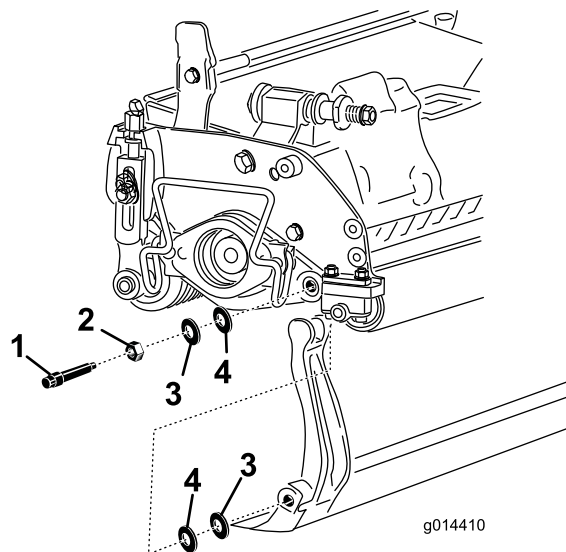

図 15
ドバーの両端にナイロン・ワッシャ2枚とスチール・ワッシャ1枚ずつがあるので注意する (図 15)。
2. ベッドバー・ボルト (とボルトについているナット) とワッシャ4枚 (全部で8枚) で、ベッドバーを各サイド・プレートに固定する。サイド・プレートのボスの両側にナイロン・ワッシャを入れる。その外側からスチール製ワッシャを取り付ける (図 15)。